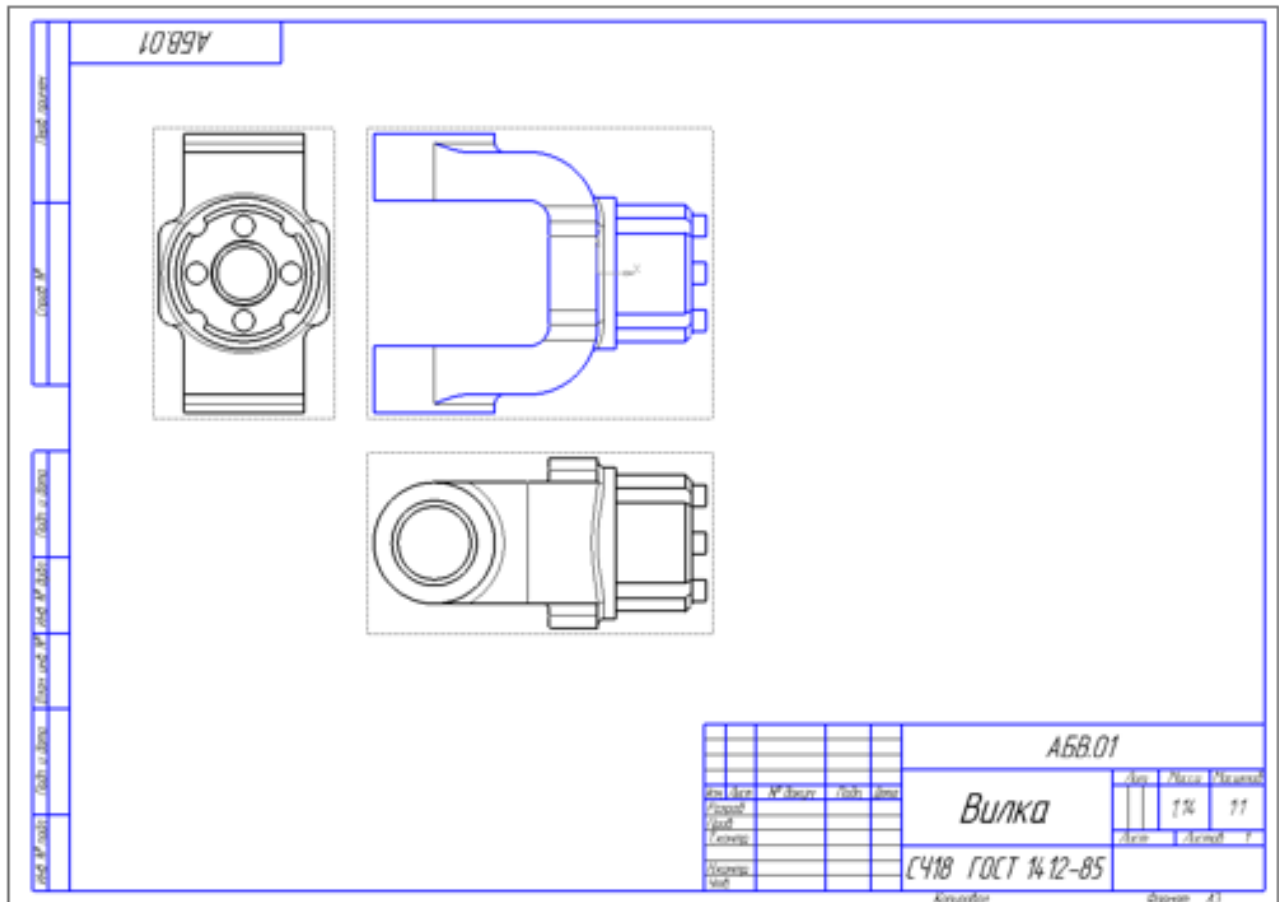

Рисунок 12.
- Укажите мышью положение видов на чертеже. Будут построены указанные виды, графы основной надписи будут заполнены данными из 3D-модели (рис. 12).